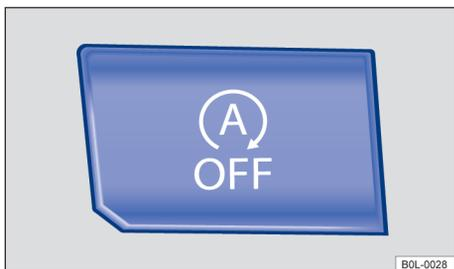

图 82 中控台上部：发动机自动起停系统的按钮
- 按下中控台上的按钮  → 图 82，手动关闭该系统。发动机自动起停系统处于关闭状态时，该按钮中的指示灯点亮。
- 再次按下中控台上的按钮  → 图 82，重新激活该系统。